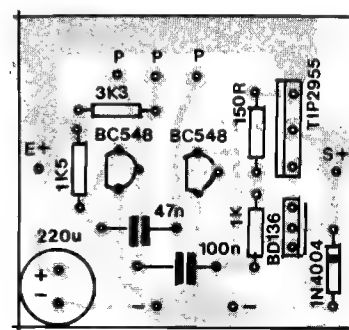

Fig.3
- **FIG. 3 - CHAPEADO DA MONTAGEM** - "Chapeado" é o nome que damos à visão do lado não cobreado da placa, já "ocupado" pelos componentes em suas posições definitivas de soldagem... Seu acompanhamento requer uma certa dose de atenção, porém não é nada complicado... Os pontos principais são relacionados a seguir: